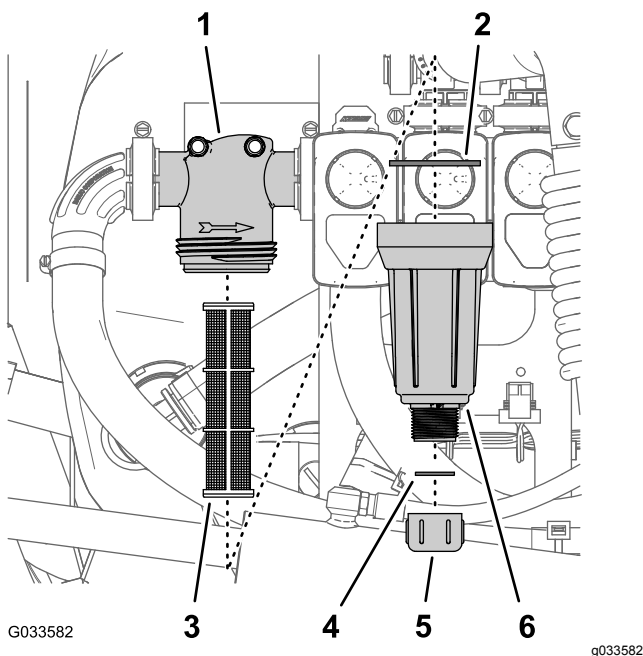

Bild 103
2. Stellen Sie eine Auffangwanne unter den Druckfilter (Bild 103).
3. Drehen Sie die Ablassschraube nach links und nehmen sie von der Glocke des Druckfilters ab (Bild 103).
4. Drehen Sie die Glocke nach links und nehmen den Filterkopf ab (Bild 103).
5. Entfernen Sie den alten Druckfiltereinsatz (Bild 103).
6. Prüfen Sie die Dichtung für die Ablassschraube (in der Glocke) und die Dichtung für die Glocke (im Filterkopf) auf Beschädigungen und Abnutzung (Bild 103).
7. Setzen Sie den neuen Druckfiltereinsatz in den Filterkopf ein (Bild 103).
8. Befestigen Sie die Glocke am Filterkopf und ziehen sie mit der Hand an (Bild 103).
9. Befestigen Sie die Ablassschraube am Anschlussstück unten an der Glocke und ziehen sie mit der Hand an (Bild 103).